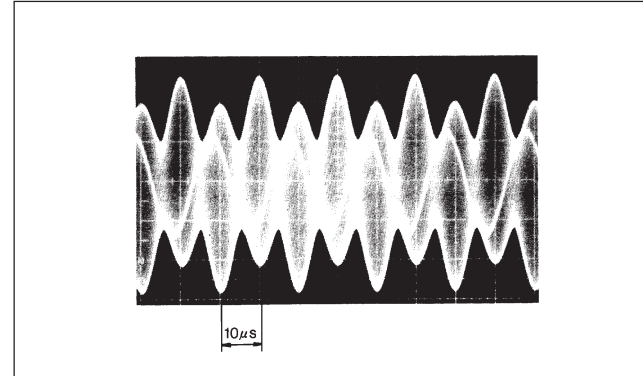
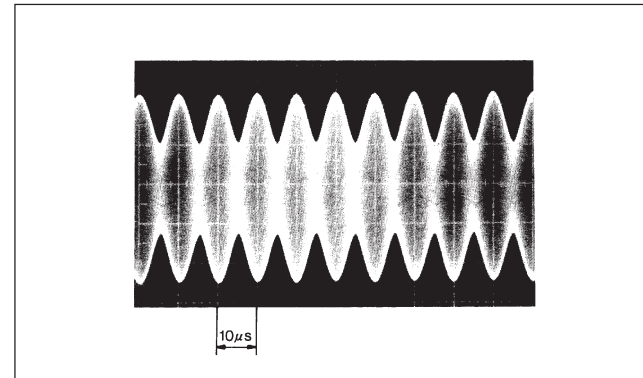

Abb. 6
Abb. 7
- ① PBereiten Sie das Oszilloskop vor, indem Sie den eingangsgekoppelten Schalter auf AC, die horizontale Ablenkung auf $10 \mu\text{s}/\text{div}$ und die vertikale Achse auf $0,5 \text{ V}/\text{div}$ einstellen und CH1 mit dem PM-Kontakt verbinden. Dabei ist die Triggerquelle an INT CH1 abzunehmen.
- ② Eine Sinuswelle erscheint bei CH1. Die Phase dieser Sinuswelle verschiebt sich in Übereinstimmung mit der Skalenbewegung, so daß die Welligkeit der Hüllkurve beobachtet werden kann. Stellen Sie die Sinuswellenamplitude durch Drehen des Reglers RV2 zunächst auf ca. $2 \text{ V}_{\text{p-p}}$ ein. (Dies wird Verstärkungseinstellung genannt.)
- ③ Wird der Regler RV1 ganz nach rechts (im Uhrzeigersinn) gedreht und die Skala bewegt, erscheint die in Abb. 6 gezeigte Wellenform. Stellen Sie nun den Regler RV4 so ein, daß die benachbarten Spitzen die gleiche Höhe haben, wie in Abb. 7 gezeigt. (Dies wird Gleichstrom-Ausgleich genannt.)
- ④ Wird der Regler RV1 ganz nach links (entgegen dem Uhrzeigersinn) gedreht und die Skala bewegt, erscheint die in Abb. 6 gezeigte Wellenform, wie im obigen Schritt ③. Stellen Sie nun den Regler RV5 so ein, daß die benachbarten Spitzen die gleiche Höhe haben, wie in Abb. 7 gezeigt.